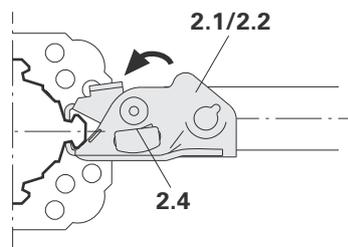

Fig. 6
2. Sett kileforbindelsen i MP-rørets profilriller og klikke den på plass. (Fig. 6)
(Fig. 6)